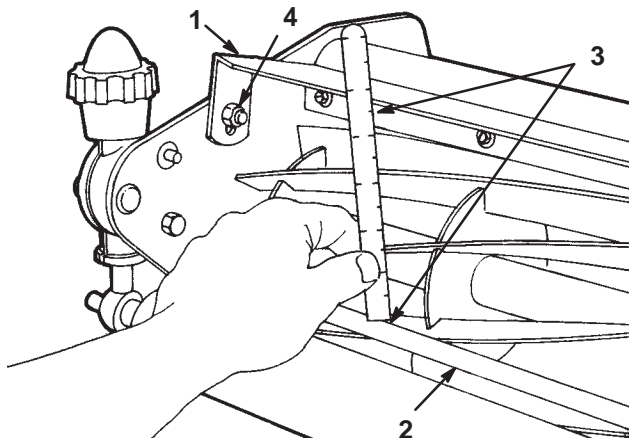

Figure 8
1. Régalez le plateau de coupe à la position de coupe normale et mesurez la distance entre le haut de la barre transversale avant et le déflecteur à chaque extrémité du plateau de coupe (Fig. 8).
2. Pour des conditions de coupe normales, la hauteur du déflecteur par rapport à la barre transversale doit être de 121 mm. Desserrez les vis et les écrous de fixation du déflecteur à chaque plaque latérale, réglez le déflecteur à la hauteur voulue et resserrez les fixations (Fig. 8).